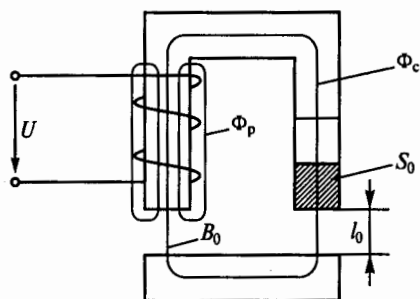

Рис. 123
**3.92.Р.** Как изменятся результирующая ЭДС  $E_{\text{рез}}$ , ток  $I$  катушки и подъемная сила  $F$  электромагнита на рис. 123, если увеличить воздушный зазор  $l_0$  при постоянном напряжении на катушке и постоянной частоте? (Указать неправильный ответ.)
**3.99.** Подъемная сила  $F$  электромагнита (см. рис. 123) пропорциональна квадрату магнитного потока в сердечнике  $\Phi_c$ , сцепленного с якорем электромагнита. ЭДС  $E$ , возникающая в катушке, определяется результирующим магнитным потоком  $\Phi_{\text{рез}} = \Phi_c + \Phi_p$ , сцепленным с витками катушки, где  $\Phi_p$  — поток рассеяния.